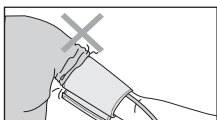

Рис.12
7. Если Вы завернете рукав одежды и при этом сдавите руку, препятствуя току крови, показания прибора могут не соответствовать Вашему артериальному давлению (рис. 12).